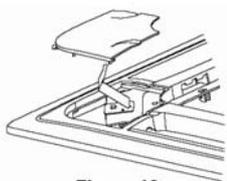

Figura 10
2) Retire las tapas de instalación de las cuatro esquinas. Afloje los tornillos, suelte los cables de las tapas de instalación y retírelos. (Vea la figura 10)